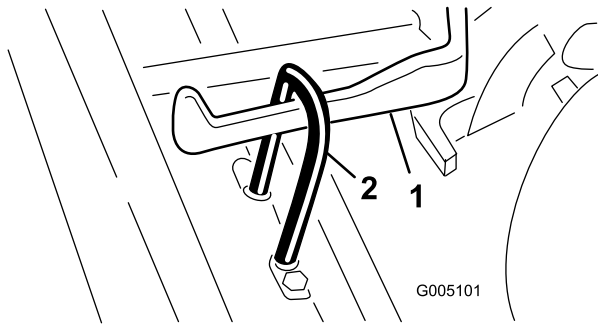

Bild 7
2. Schieben Sie die Schneideinheit unter den Zugrahmen, während Sie den Hubhaken am Hubarm einhaken (**Bild 7**).